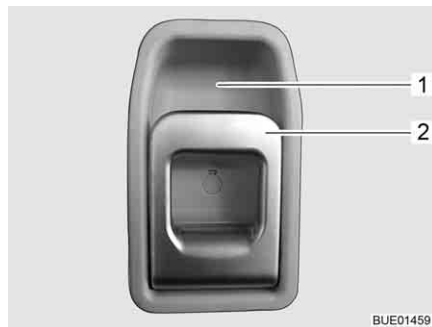

Bild 31 Dörrlås ingångsdörr, insida
- Drag i handtaget (Bild 31,2). Dörrlåset låses upp.
- Tryck handtagets (Bild 31,2) övre del i riktning mot greppkåpan (Bild 31,1).